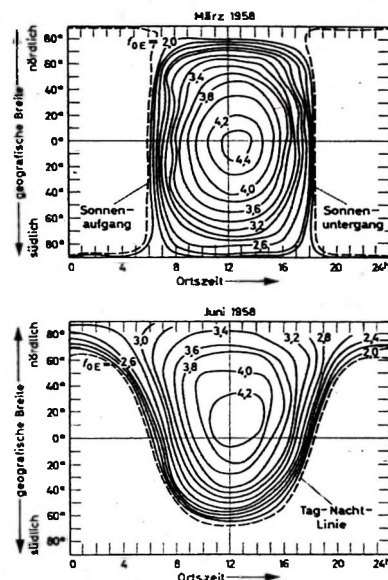

Bild 20. f_0E im März und Juni 1958 (hohe Sonnenaktivität, nach [2]); Abszisse: Ortszeit, Ordinate: geografische Breite
können alle regelmäßigen Variationen zugleich mit ausreichender Genauigkeit erfaßt werden [2]. Der erste Faktor gibt die Grenzfrequenz bei der Sonnenfleckenzahl $R=0$ und senkrechtem Sonnenstand ($\chi=0$) an, der zweite die Abhängigkeit von der Sonnenaktivität (im allgemeinen wird die über 12 Monate gemittelte Sonnenfleckenzahl eingesetzt) und der dritte die tages- und jahreszeitliche und geografische Variation, zusammengefaßt im Sonnenstandswinkel χ . Bild 20 zeigt zwei Weltkarten für f_0E bei hoher Sonnenaktivität, auf denen man auch kleine Unregelmäßigkeiten erkennen kann. Es sind auch noch genauere Formeln als Gl. (6) aufgestellt worden [5].